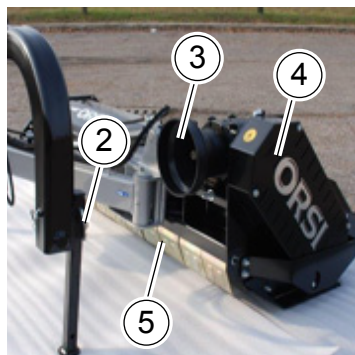

Fig.28
- Piedini di appoggio contro il ribaltamento (2, "Fig.28");
- Cuffia di protezione della presa di forza lato trattore (3, "Fig.28")
- Carter di protezione delle pulegge (4, "Fig.28")
- Bandelle di protezione contro la proiezione di materiale. (5, "Fig.28")
- Support feet against tipping (2, "Fig.28");
- Protection element the power take side tractor (3, "Fig.28");
- Protective casing of the pulleys (4, "Fig.28");
- Protective bands against the screening material (5, "Fig.28");
- Pieds d'appui contre le basculement (2, "Fig.28");
- bonnet de protection de la prise de force coté tracteur (3, "Fig.28");
- Carter de protection des poulies (4, "Fig.28");
- Bande de protection contre la projection de materiel (5, "Fig.28");
- Stützfüße gegen Kippen (2, "Fig.28");
- Schutzhülle der Zapfwelle von Schlepperseitig (3, "Fig.28");
- Abdeckung Riemenscheibe (4, "Fig.28");
- Scheuerleisten gegen die Abschirmungsmaterial (5, "Fig.28");
- Prensateles de apoyo contra el vuelco (2, "Fig.28");
- Cofia de protección de la toma por fuerza extenso tractor (3, "Fig.28");
- Cáster de protección de las poleas (4, "Fig.28");
- Bandelle de protección contra la proyección de material (5, "Fig.28");
- Pés de apoio contra o capotamento (2, "Fig.28");
- Cobertura de proteção da tomada de força do lado do trator (3, "Fig.28");
- Caixa de proteção de roldanas (4, "Fig.28");
- Tiras protetoras contra o lançamento de material (5, "Fig.28");